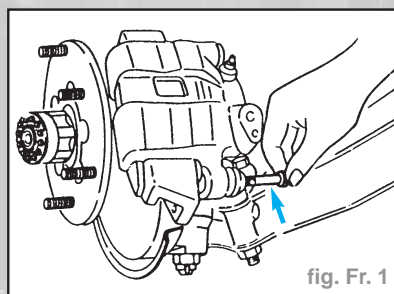

fig. Fr. 1
- Vis de fixation de l'étrier (flèche) (fig. Fr. 1).